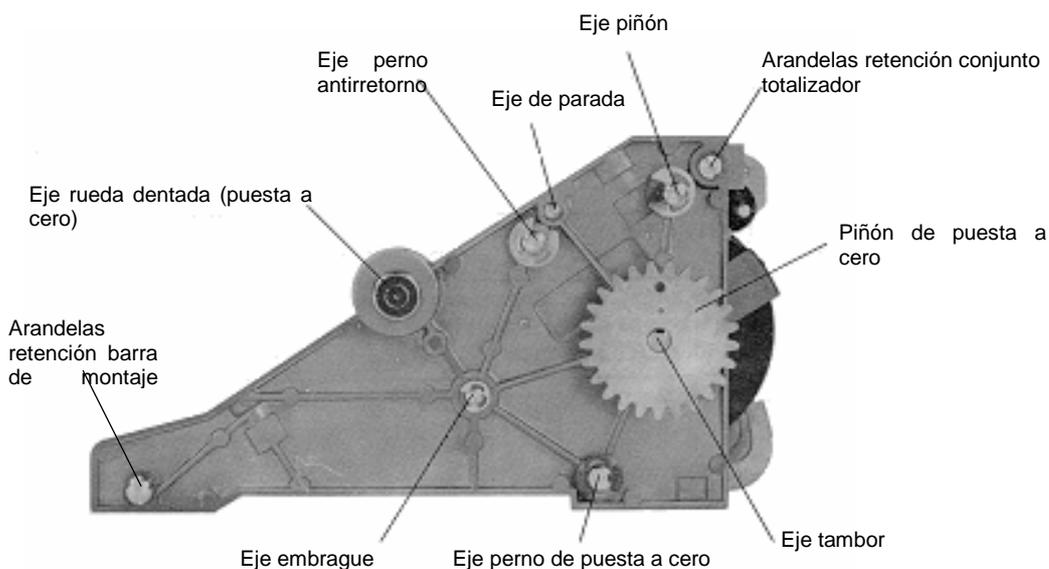

Figura 6. Placa parte izquierda
a. Retirar las arandelas de retención y las arandelas de fijación del conjunto eje de embrague sobre la placa de la parte izquierda. Ver Figura 6.
a. Retirar las arandelas de retención y la arandela de fijación del conjunto de puesta a cero sobre la placa de la parte izquierda. Ver Figura 6.
a. Retirar las arandelas de retención y las arandelas de fijación del conjunto perno antirretorno sobre la placa parte izquierda. Ver Figura 6.
a. Retirar la arandela de retención que fija el eje del piñón sobre la placa en la parte izquierda. Ver Figura 6.
- Montar el eje en el agujero correcto en la placa de la parte izquierda. Ver Figura 6.
- Montar el conjunto perno antirretorno en el agujero correcto en la placa sobre la parte izquierda (ver figura 6).
- Insertar el eje de parada en el agujero correcto en la placa de la parte izquierda. Ver Figura 6.
- Montar el eje en la placa de la parte izquierda y fijarlo con una arandela de retención y arandelas. Ver Figura 6.
- Montar el eje en el agujero correcto en la placa de la parte izquierda. Añadir las arandelas y fijarlas con una arandela de retención. Ver Figura 6.